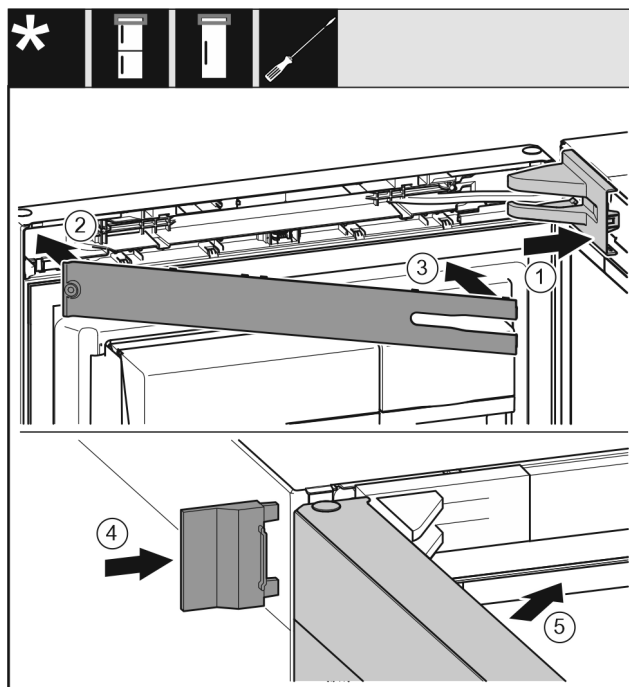

Fig. 26
- Nasadte a zaklapněte kryt stojanu ložiska Fig. 26 (1), příp. opatrně přitlačte od sebe.
- Nasadte záslepku Fig. 26 (2).
- Záslepku Fig. 26 (3) sklopte a zaklapněte.
- Vnější kryt Fig. 26 (4) nasuňte.
- Zavřete horní dveře Fig. 26 (5).